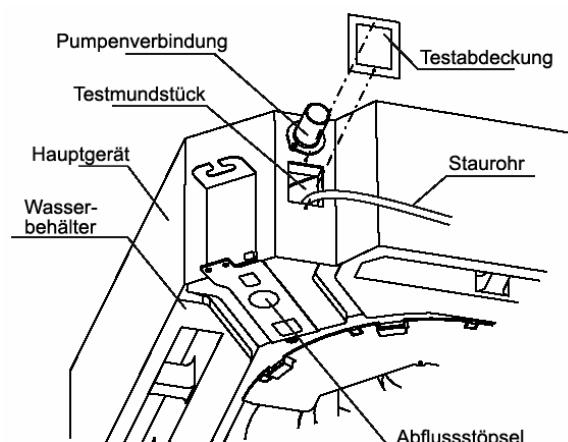

Abb. 30
- Entfernen Sie die Testabdeckung und stauen Sie mithilfe des Staurohrs Wasser bis auf 2000 ml im Wasserbehälter an. (Siehe Abb. 30)